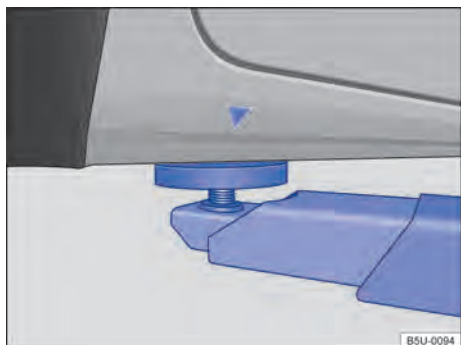
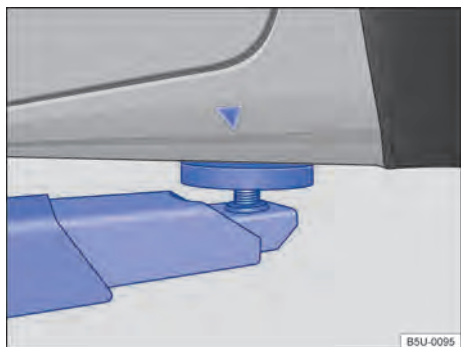

Fig. 173 Pontos de apoio dianteiros para a suspensão com plataforma elevatória ou com macaco.
Fig. 174 Pontos de apoio traseiros para a suspensão com plataforma elevatória ou com macaco.
O veículo deve ser suspenso somente pelos pontos indicados nas figuras → Fig. 173 e → Fig. 174. Se o veículo não for suspenso pelos pontos indicados, podem ocorrer danos no veículo → ⓘ e ferimentos graves → ⚠.
- Suspender o veículo somente pelos pontos indicados nas figuras → Fig. 173 e → Fig. 174. Se o veículo não for suspenso pelos pontos indicados, o veículo poderá cair da plataforma elevatória quando, por exemplo, o motor ou a suspensão for desmontado.